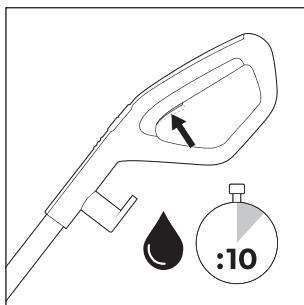
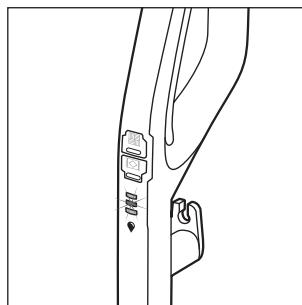

Fig. 18
Fig. 19
- ◆ Înainte de fiecare utilizare, țineți apăsat comutatorul pentru soluția de curățare ⑯ timp de cca 10 secunde pentru a pregăti de utilizare rola perie ⑥ cu soluția de curățare (a se vedea fig. 18). Afisajul soluției de curățare ⑫ clipește albastru alternativ atunci când comutatorul pentru soluția de curățare ⑯ este ținut apăsat (a se vedea fig. 19).